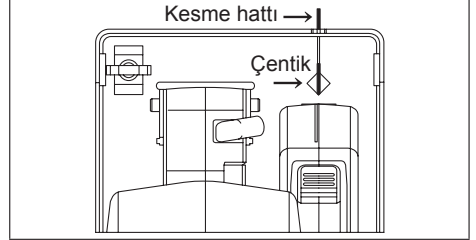

Fig.5
1. Pabuçtaki görüş hattını kesme hattınızla hizalayın. [Fig.5]